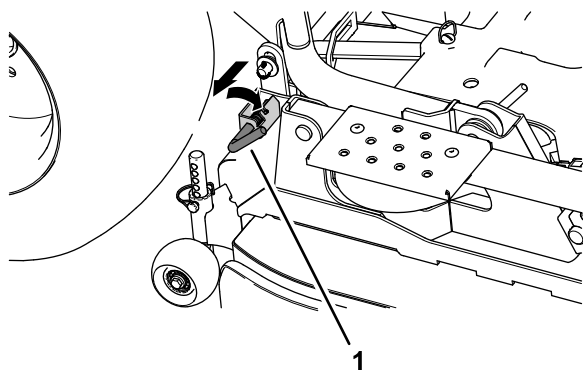

Figura 113
3. Prima di abbassare il piatto, tirate e ruotate i perni di collegamento posteriori su entrambi i lati del piatto di taglio (Figura 113).
13. Ruotate i perni di collegamento posteriori per innestare gli attacchi di sollevamento posteriori del piatto di taglio; fate riferimento alla Figura 113 in Rimozione del piatto di taglio \(pagina 77\).